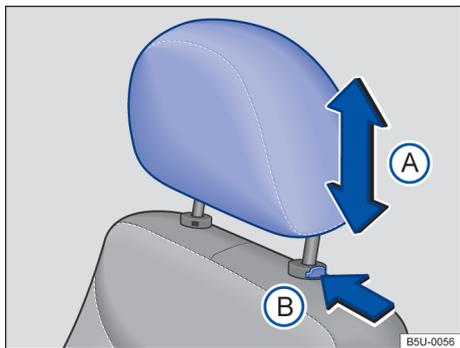

Fig. 68 Apoio para cabeça dianteiro: ajustar.
- Empurrar o apoio para cabeça para cima ou para baixo na direção da seta → Fig. 68 (A) → ▲ em *Introdução ao tema* na página 81.